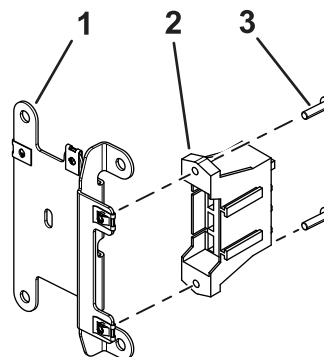

Рисунок 3
3. Установите блок предохранителей на жгуте проводов на монтажную пластину блока предохранителей с помощью 2 винтов (№ 10 x ¾ дюйма), как показано на Рисунок 3.